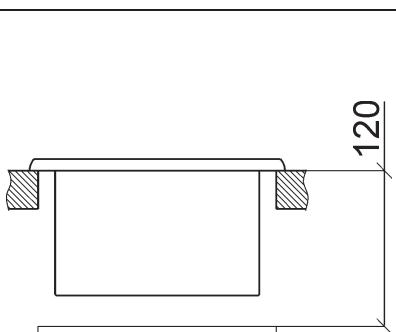

FIG. 7
- pour prévenir tout contact accidentel avec la plaque de cuisson incandescente durant l'utilisation de l'appareil, insérer et visser un séparateur en bois à une distance minimale de 120 mm du plan de travail (fig. 7).